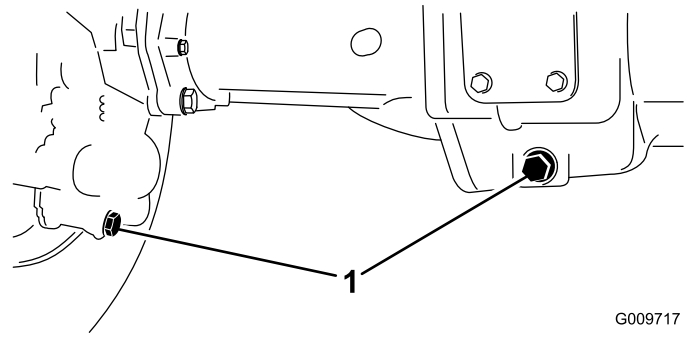

Bild 86
2. Reinigen Sie den Bereich um die drei Ablassschrauben, d. h. jeweils eine an jedem Ende und eine in der Mitte (Bild 86).